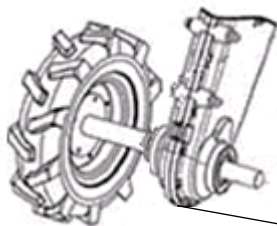

Рис. 21
2. Открутите крышку маслосливного отверстия. (см. рис. 21) Для ускорения слива снимите крышку с маслозаливного отверстия.